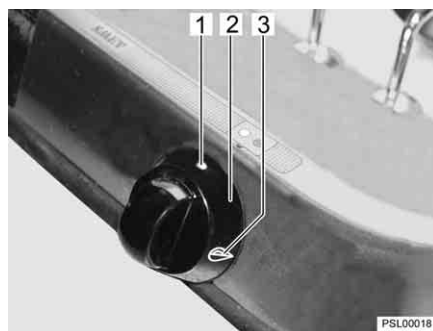

Fig. 74 Elementi di comando del fornello a gas
- Ruotare il pomello girevole (Fig. 74,2) degli apparecchi a fiamma libera desiderati in posizione accesa (fiamma alta, Fig. 74,3).
- Ruotare sulla posizione 0 (Fig. 74,1) il pomello girevole. La fiamma si spegne.